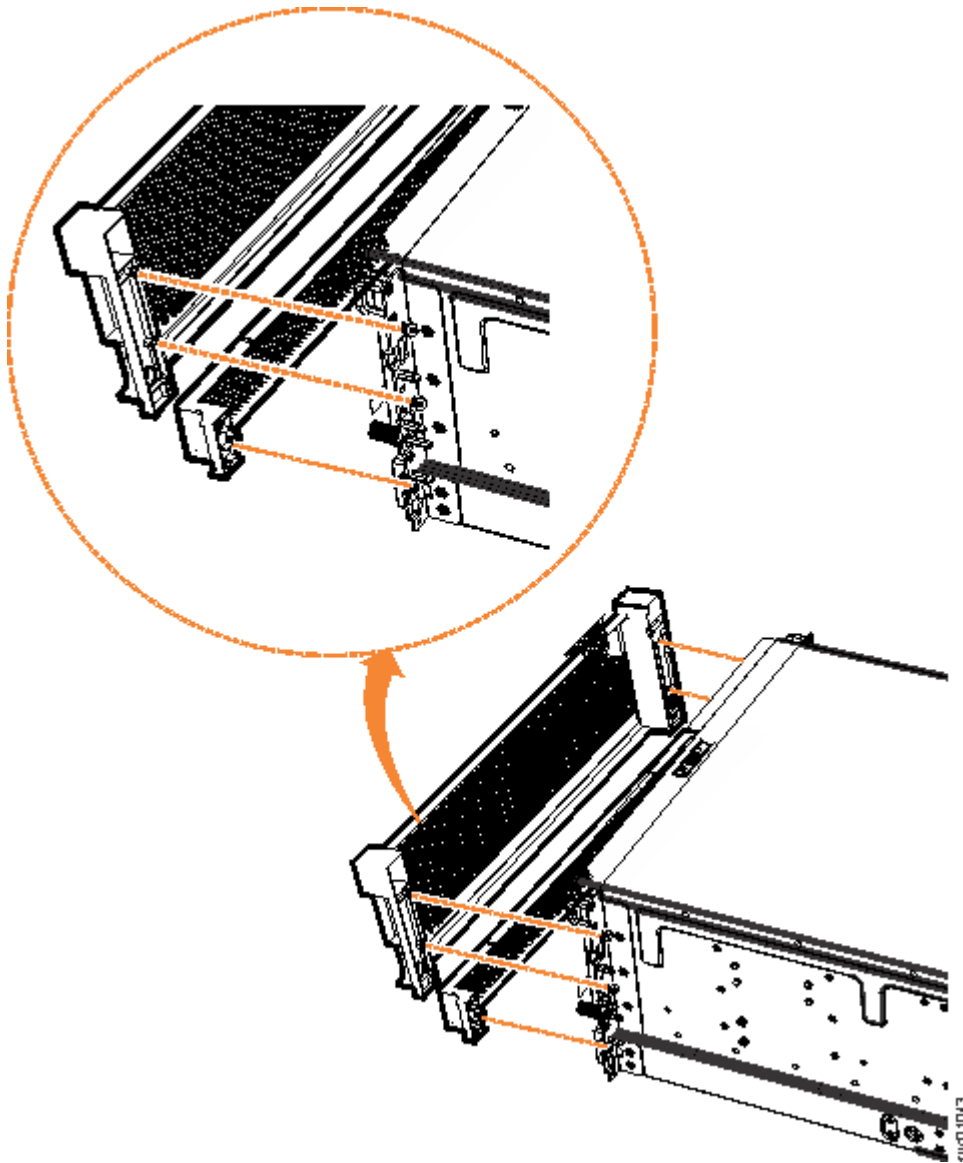

Abbildung 96. Blendenkomponenten von Erweiterungsgehäuse entfernen
2. Entfernen Sie die Frontblende, indem Sie die beiden Schrauben entfernen, mit denen die Blende am Flansch an den beiden Seiten des Chassis angebracht ist (siehe Abbildung 96 auf Seite 84).
3. Ziehen Sie vorsichtig an den beiden Seiten der Netzteilblende, um sie aus dem Chassis zu entfernen (siehe Abbildung 96 auf Seite 84). Die Netzteilblende löst sich aus der Kerbe und dem Stift, mit denen sie an den beiden Seiten des Chassis befestigt ist.